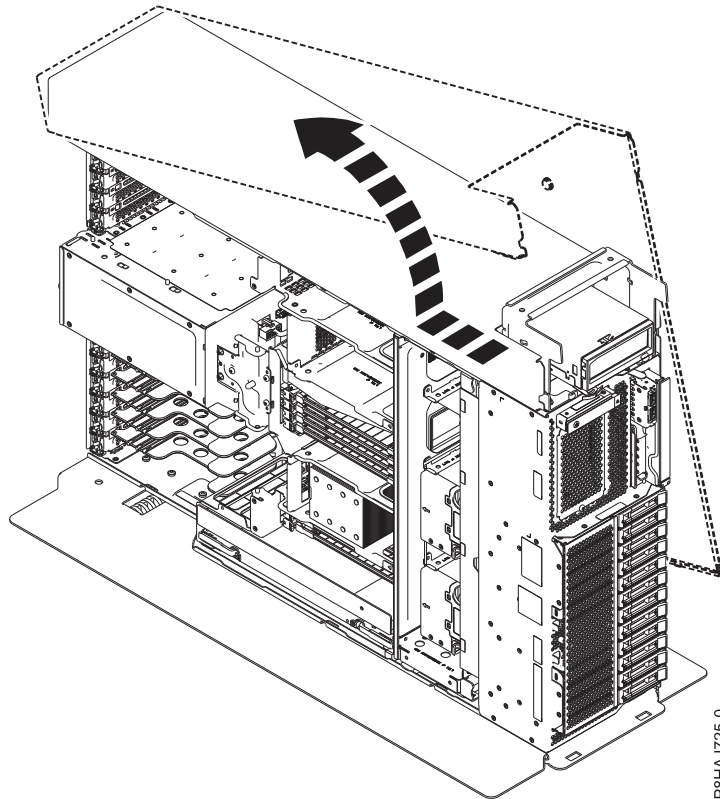

Abbildung 13. Ausbauen der Seitenabdeckung bei einem Standalone-System vom Typ 8286-41A
5. Schieben Sie die Seitenabdeckung in der in Abb. 13 dargestellten Richtung vom System.